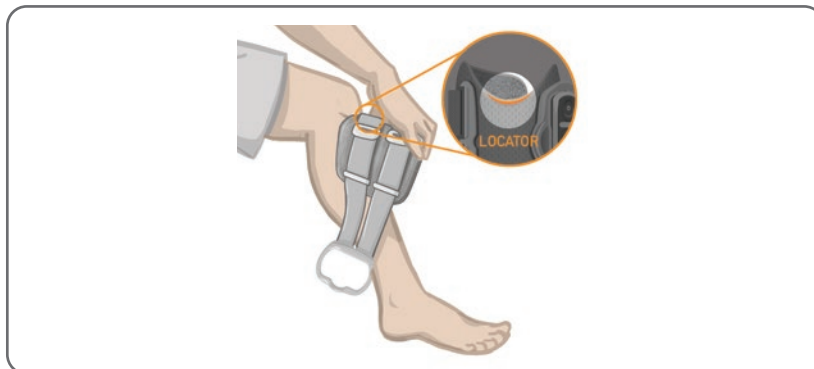
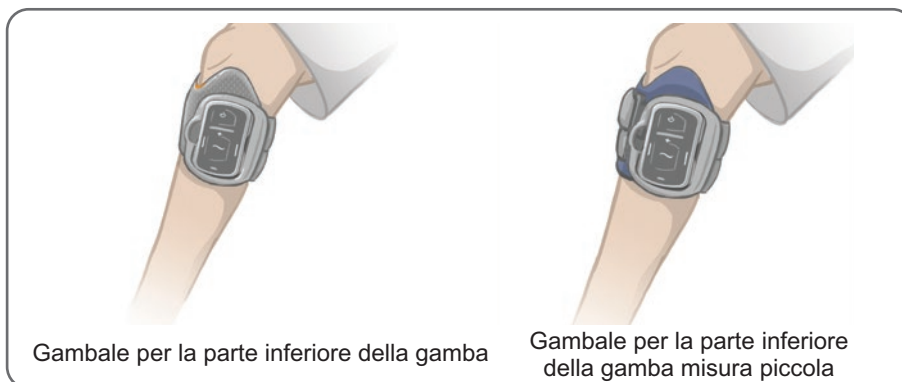

Figura 6-12: Posizionamento del gambale per la parte inferiore della gamba sull'arto
Figura 6-14: Gambale per la parte inferiore della gamba fissato sull'arto
2. Accertarsi che gli elettrodi siano attaccati saldamente. Quindi afferrare per la base la parte anteriore del gambale per la parte inferiore della gamba e inclinare verso l'alto la parte inferiore del gambale. Far scorrere il localizzatore sulla gamba finché non risulta aderente e comodamente posizionato sotto la rotula (Figura 6-12).
5. Verificare che il gambale per la parte inferiore della gamba sia correttamente posizionato (Figura 6-14). Riposizionare il gambale per la parte inferiore della gamba secondo necessità. Regolare i fissaggi per una stretta adesione (Figura 6-12).